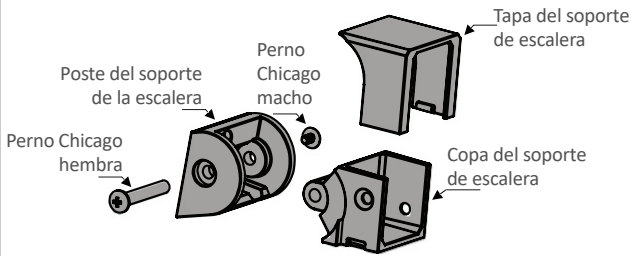

Fig. 87
7. Coloque las bases del soporte del riel superior sobre la marca anterior del borde superior. Centre la base sobre el poste y utilice el lápiz para agregar marcas para las ubicaciones de los agujeros de los dos tornillos, como se muestra en la Fig. 87.